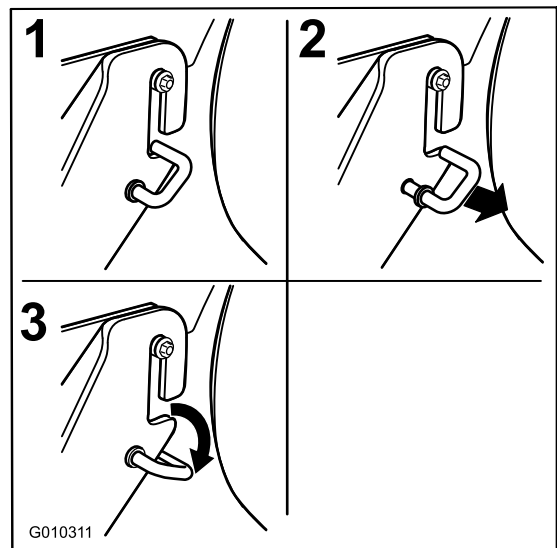

Figura 68
1. Extraiga los ganchos a resorte de las ranuras de los soportes de las pletinas de suspensión en cada lado de la plataforma (Figura 68).
6. Conecte el soporte delantero de la plataforma del cortacésped a las pletinas de suspensión delanteras y sujételas con una arandela y un pasador de horquilla (Figura 68).